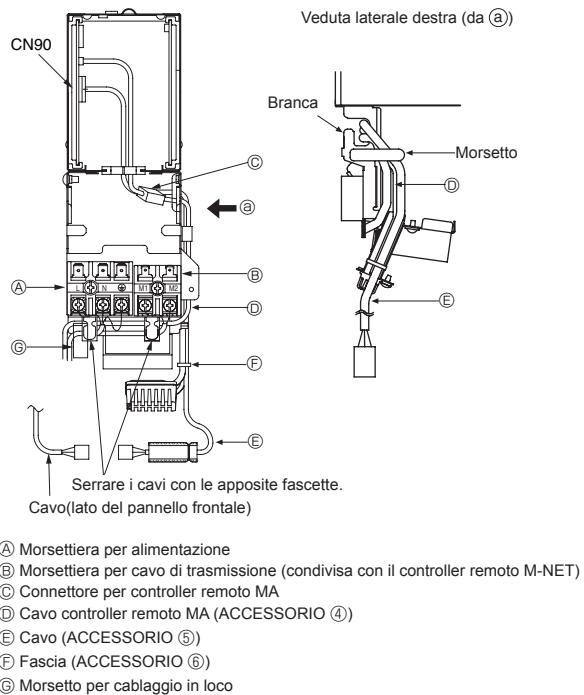

Fig. 5-1
5.1. Sezione interna (Fig. 5-1, 5-2)
- Collegare il cavo fissato ⑤ al CN90 sulla scheda di controllo nella centralina.
- Fissare il cavo del comando a distanza MA ④ e il cavo ⑤ utilizzando il morsetto e facendolo passare attraverso la branca sul lato destro della centralina.
- Fissare il cavo del comando a distanza MA ④ sul morsetto di fissaggio facendo passare il cavo lungo il lato inferiore del blocco terminale.
- Fissare il cavo ⑤ con la fascia collegata ⑥.